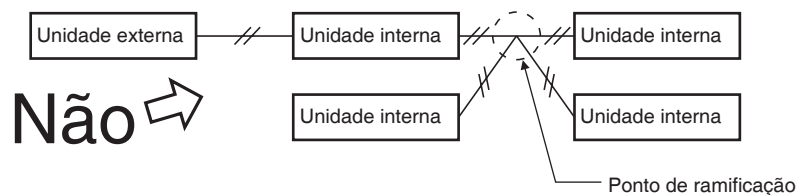

Fig. 4-4
- (3) Não instalar a fiação de controle interunidade, como uma ramificação estrela da fiação. A fiação ramificada estrela provoca configuração mal direcionada. (Fig. 4-4)